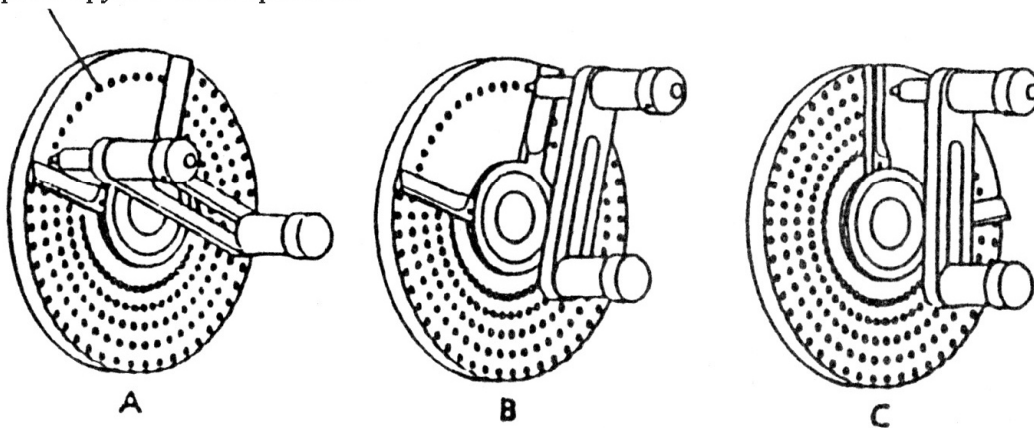
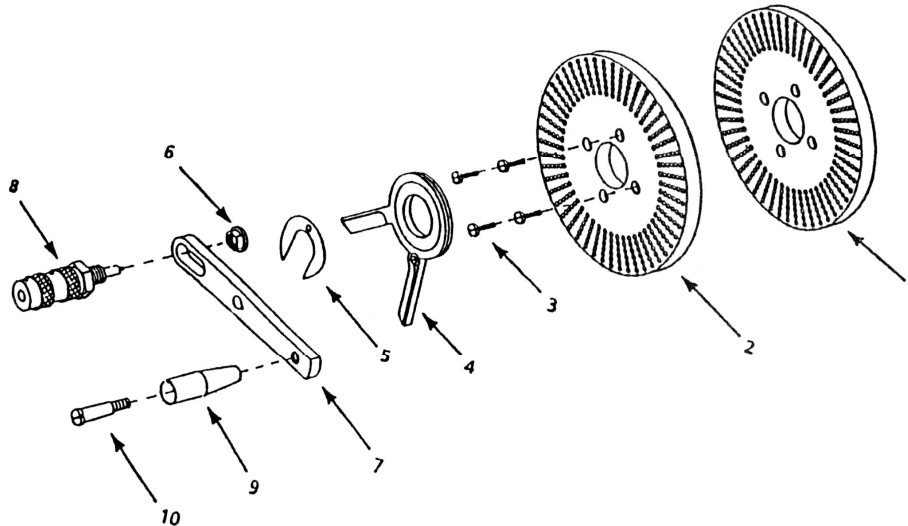

Рис. 2 - Кольцевые отверстия
Рис. 3 - Сменные части
### III. Конструкция и инструкция по эксплуатации \* (см. Рис. 2, Рис. 3)
### Делительный диск (Рис. 2)
Для установки делительного диска на поворотный стол, снимите рукоятку (№ 14). Прикрутите необходимый делительный диск (№ 20) к воротку, используя 4 винта (№ 3 на Рис. 3). Оденьте сектор (№ 4 на рис. 3) на вал червячной передачи и на эксцентриковую муфту с выкрученным винтом сектора. Зафиксируйте сектор, посредством пружинной шайбы (№ 5 на рис. 3) надвинув ее на сектор и зафиксировав в пазе на эксцентриковой муфте. Оденьте плечо кривошипа (№ 7 на рис. 3) на конец вала червячной передачи и закрепите с помощью гайки через гроверную шайбу. Расположите ограничители сектора так, чтобы между ограничителями сектора было точно 11 отверстий на круге с 46 отверстиями (См. Рис. 2). Закрутите винт сектора.
1. Вращать сектор необходимо так, чтобы ограничители сектора были напротив плунжера, как показано на рис. 2А
2. Вращать плунжер по часовой стрелке 5 полных вращений и 10/46 вращения полного вращения между ограничителями сектора, как показано на рис. 2В.
3. Вращать сектор по часовой стрелке так чтобы первый ограничитель сектора оказался напротив плунжера как показано на рис. 2С. Повторите шаги 1, 2 и 3 для каждого деления. Даже для деления на 120 частей, просто вращайте плечо кривошипа необходимое количество полных оборотов, используя одно и то же отверстие на любой пластине.